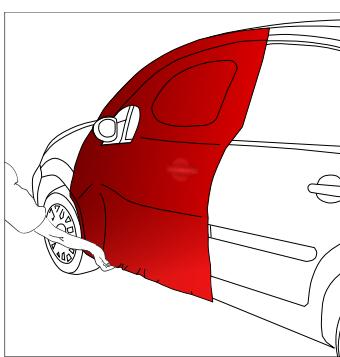

Figure 21
- › Une fois le passage des poignées fait, tendre le film jusqu'au bas de caisse. (FIG. 21)